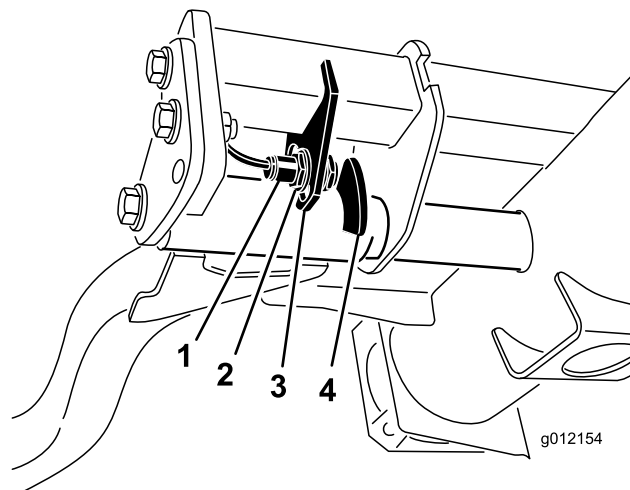

Figure 34
2. Le contacteur des bras de relevage se trouve sous le réservoir hydraulique, derrière le bras de relevage avant droit (Figure 34).
3. Desserrez les vis de fixation du contacteur (Figure 34) et descendez le contacteur pour augmenter la hauteur du changement de direction des bras de relevage ou montez-le pour réduire la hauteur du changement de direction. Serrez les vis de fixation.